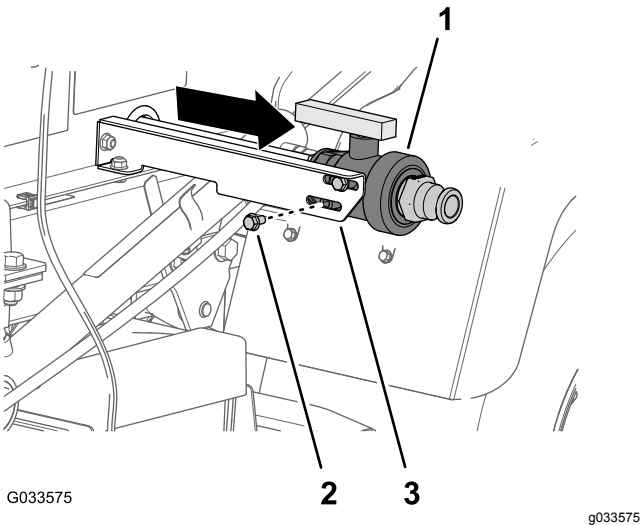

Bild 14
- Befestigen Sie das Ablassventil mit zwei Bundkopfschrauben (5/16" x 5/8"), die Sie in Schritt 2 entfernt haben, lose an der Ablassventilhalterung (Bild 14).
- Schieben Sie das Ablassventil ganz nach außen in die Schlitze der Halterung und ziehen Sie die zwei Bundbolzen mit der Hand an (Bild 14).